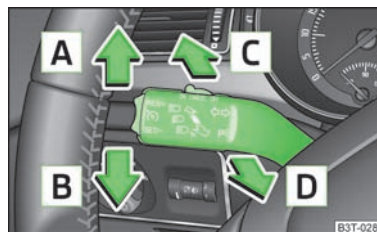

Abb. 38
- › Den Hebel nach oben **A** » Abb. 38 bzw. nach unten **B** drücken.